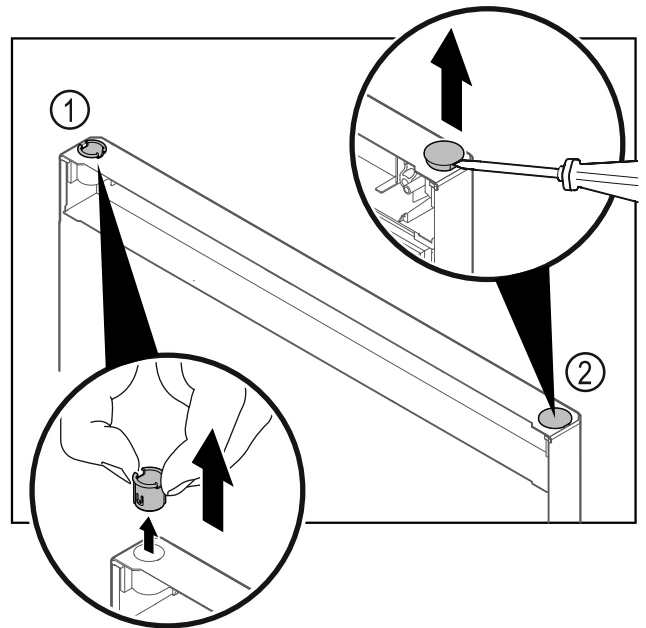

Fig. 22
- ▶ Trekk ut hengselbøssingen Fig. 22 (1) med fingrene.
- ▶ Løft dekkstøpselet Fig. 22 (2) forsiktig opp med en skruetrekker, og trekk det av.